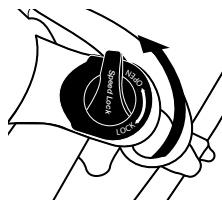

Figura 19.
- Per sbloccare una forcella ammortizzata ruotare la leva di blocco nella direzione indicata dalla freccia con la descrizione “OPEN” finché non si arresta (Figura 19).